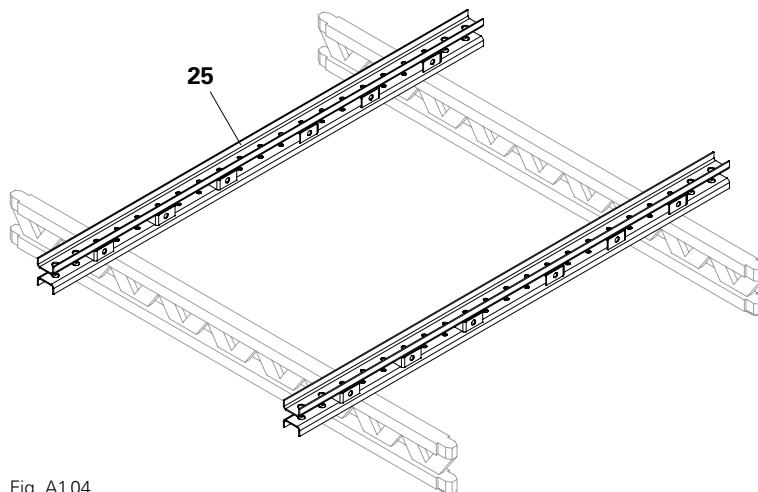

Fig. A1.04
1. Posizionare i correnti in acciaio 262 (**25**) sulla superficie di montaggio. (Fig. A1.04)